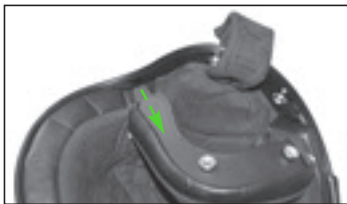

Fig. 2
- 4.1. Indfør den venstre pudes øverste klap i mellemrummet mellem den indvendige flamingoskal og den udvendige skal (fig. 2).